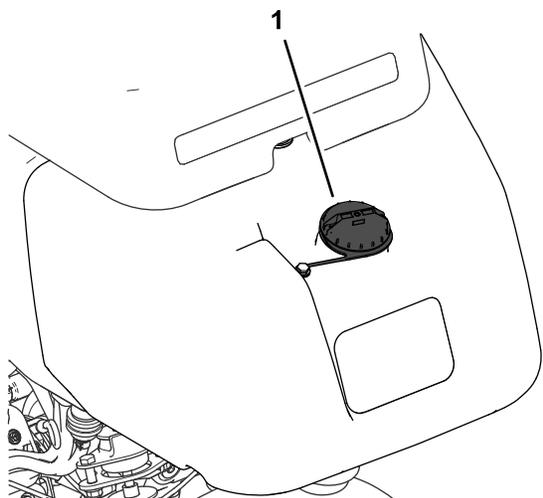

Figure 27
1. Nettoyez la surface autour du bouchon du réservoir de carburant et enlevez le bouchon (Figure 27).